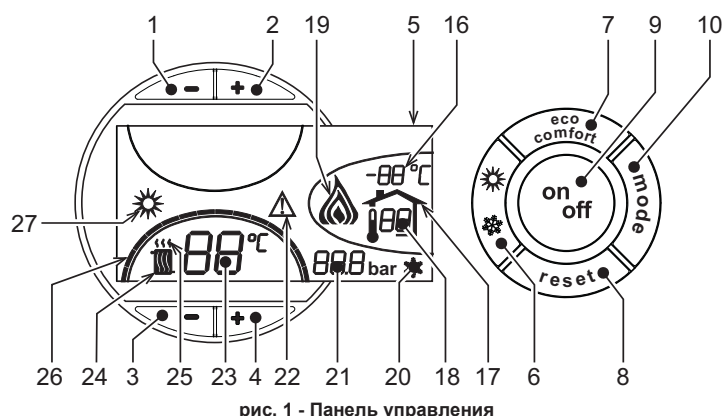
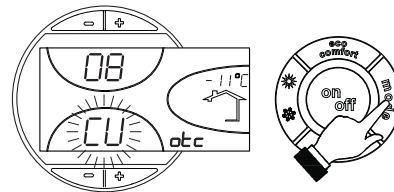
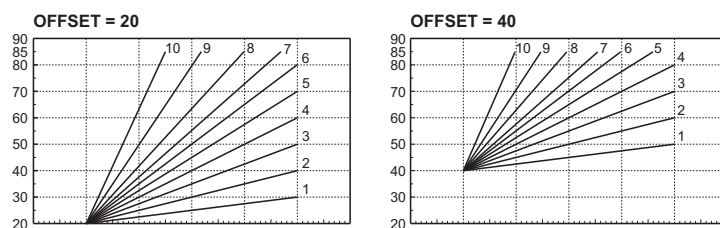

рис. 1 - Панель управления
рис. 9 - Кривая погодозависимого регулирования
рис. 12 - Пример параллельного смещения кривых погодозависимого регулирования
Нажмите клавишу **on/off** (поз. 9 - рис. 1) в течение 1 секунды.
Для повторного включения котла снова нажмите клавишу **on/off** (поз. 9 рис. 1) в течение 1 секунды.
- Нажмите кнопку ВКЛ/ВЫКЛ (9 - рис. 1)
Нажмите клавишу **Лето/Зима** (поз. 6 - рис. 1) на 1 секунду.
На дисплее высвечивается символ "Лето" (поз. 27 - рис. 1). При этом котел будет вырабатывать только воду для ГВС. Остается активной система защиты от замерзания.
Для выключения режима "Лето" вновь нажмите клавишу **Лето/Зима** (Поз. 6 - рис. 1) на 1 секунду.
Температура в системе отопления регулируется в пределах от 30°C до 80°C с помощью клавиш (дет. 3 и 4 -)рис. 1.
Температура в системе ГВС регулируется в пределах от 10°C до 65°C с помощью клавиш (поз. 1 и 2 - рис. 1).
При установке внешнего датчика (опция) на дисплей панели управления (поз. 5 - ) выводится рис. 1 текущая внешняя температура, измеряемая этим датчиком. При этом система управления котлом работает в режиме "Плавающая температура". В этом режиме температура воды в системе отопления регулируется в зависимости от внешних климатических условий с тем, чтобы обеспечить максимальный комфорт и экономию энергии в течение всего года. В частности, при увеличении температуры наружного воздуха уменьшается температура подаваемой в систему отопления воды в соответствии с определенной "характеристикой компенсации".
В режиме плавающей температуры величина, заданная с помощью клавиш регулировки отопления (поз. 3 и 4 - рис. 1), становится максимальной температурой воды системы отопления. Рекомендуется устанавливать ее на максимальную величину, чтобы позволить системе выполнять регулировку во всем полезном рабочем диапазоне.
При однократном нажатии на клавишу **Режим** (поз. 10 - рис. 1) отображается фактическая компенсационная кривая (рис. 9), которую можно изменить с помощью **клавиш системы ГВС** (поз. 1 и 2 - рис. 1).
При нажатии **клавиш регулировки температуры отопления** (поз. 3 и 4 - рис. 1) обеспечивается доступ к режиму параллельного изменения кривых (рис. 12), изменяемого с помощью **клавиш системы ГВС** (поз. 1 и 2 - рис. 1).
При повторном нажатии клавиши **Режим** (поз. 10 - рис. 1) осуществляется выход из режима регулировки параллельных кривых.
Если к котлу подключено устройство дистанционного управления с таймером (опция), вышеописанные регулировки производятся в соответствии с указаниями, приведенными в таблица 1. При этом на дисплее пульта управления (поз. 5 - рис. 1) высвечивается температура в помещении, измеряемая устройством дистанционного управления.
| Выбор режимов ECO/COMFORT                                      | При выключении режима ГВС с пульта ДУ котел переходит в режим "Eco-pot". В этих условиях клавиша 7рис. 1 - на панели котла отключена.При включении режима ГВС с устройства ДУ с таймером котел устанавливается в режим Comfort. В этих условиях с помощью клавиши 7рис. 1 - на панели управления котла можно выбрать любой из этих двух режимов. |